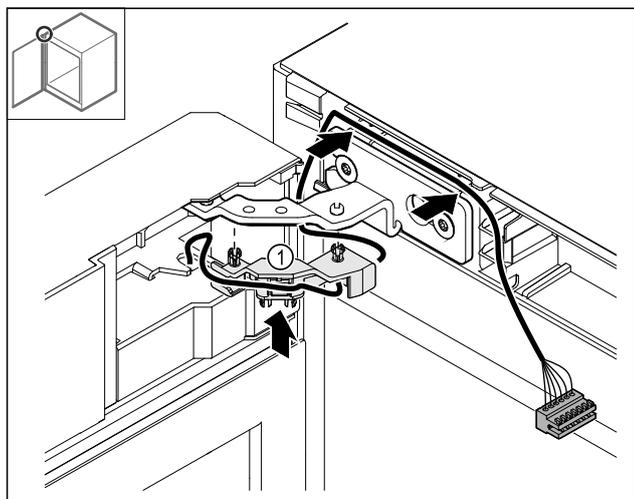

Fig. 45
- ▶ Premere il supporto del cavo Fig. 45 (1) nella cerniera.